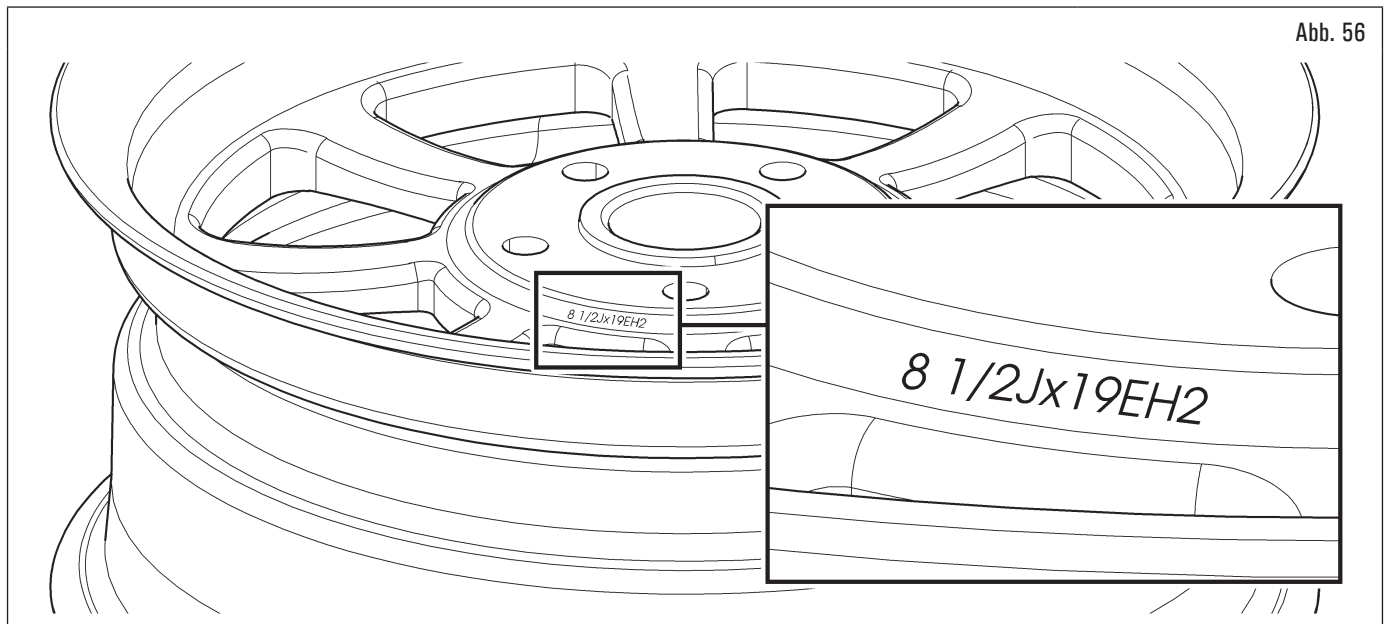

Abb. 56
- Überprüfen Sie die Abmessungen der Felge und des Reifens (Abb. 56) und den Typ des Drucksensors, falls vorhanden.